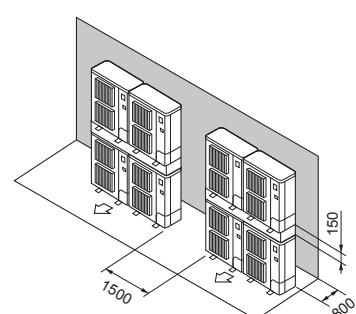

Fig. 2-15
- ⑦ Plassering av stablere enheter (Fig. 2-15)